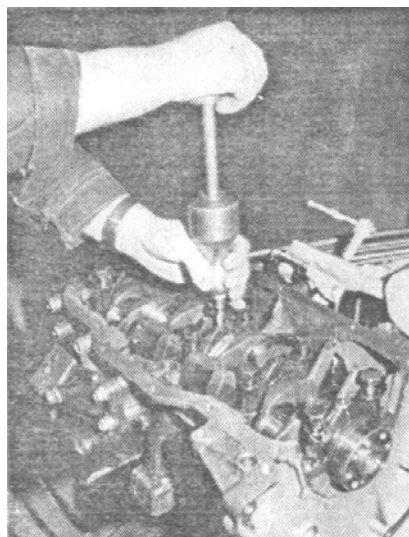

Рисунок 36 – Снятие крышек коренных подшипников
- снять крышки коренных подшипников коленчатого вала вместе с вкладышами и упорными полушайбами, проверив правильность меток на крышках (рисунок 36);